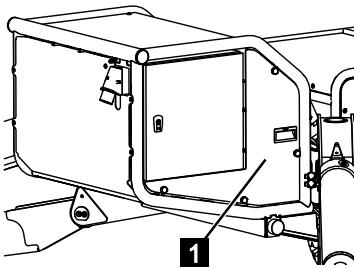

Abb. 175
- Die Abdeckung (Abb.175/1) abschrauben.